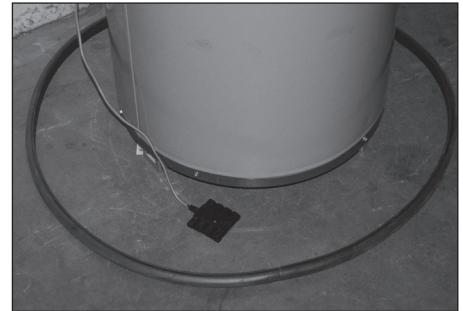

Figura 3
- Instalar la almohadilla de detección de agua debajo del calentador de agua con la placa de circuito verde hacia abajo. La Almohadilla de detección debe estar en posición horizontal sobre el piso o en una bandeja de drenaje. Direccional el cable conector a la unidad de control e insertar el conector entrelazado en la placa de circuito. **Figura 3**